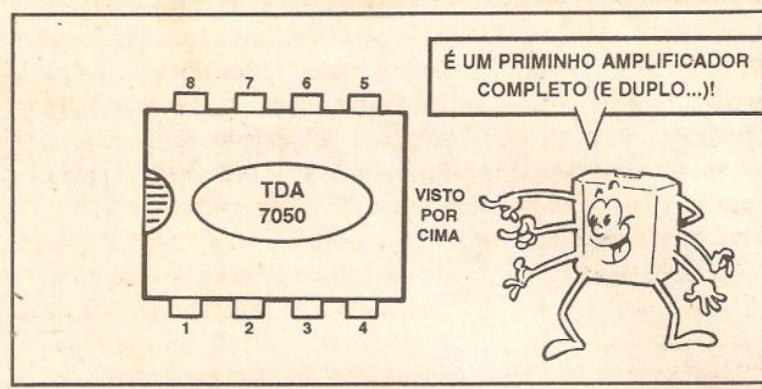

FIG. 1
- FIG. 1 - O “INTEGRADINHO” TDA7050 - Numa “embalagem” tipo DIL (dual in line) de 8 pinos, externamente igualzinha à de um mero 741 ou 555, o TDA7050 contém, na verdade, **dois** sensíveis e completos amplificadores de áudio, independentes (salvo pelas conexões únicas da alimentação...), e que assim tanto podem ser utilizados no modo **estéreo**, como numa configuração em ponte, resultando num amplificador mono (obviamente mais potente do que qualquer dos dois canais em estéreo, conforme aprendemos na “Lição” de TEORIA da presente “Aula”...). Criado especificamente para trabalhar com fones de ouvido, o TDA 7050 precisa de uma “carga” de Saída com impedância de 32 ou 64 ohms (valores típicos encontrados nos ditos fones para walkman...), pode